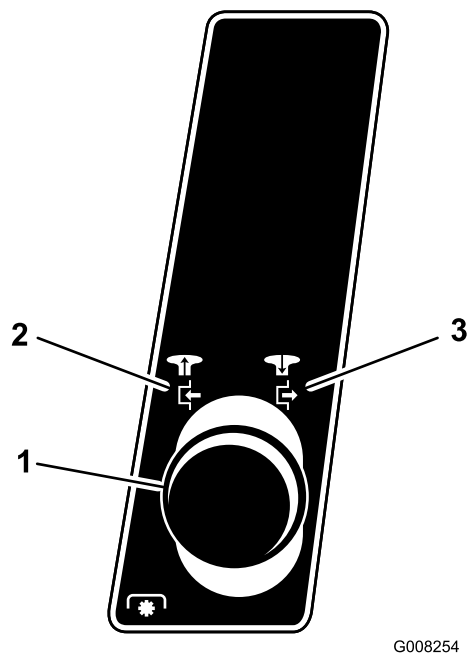

Bild 5
2. Ziehen Sie das ZWA-Handrad heraus in die Ausgekuppelt-Stellung (Bild 5).
2. Drücken Sie das Zapfwellenantriebshandrad (ZWA) rein in die Auskuppeln-Stellung (Bild 5).